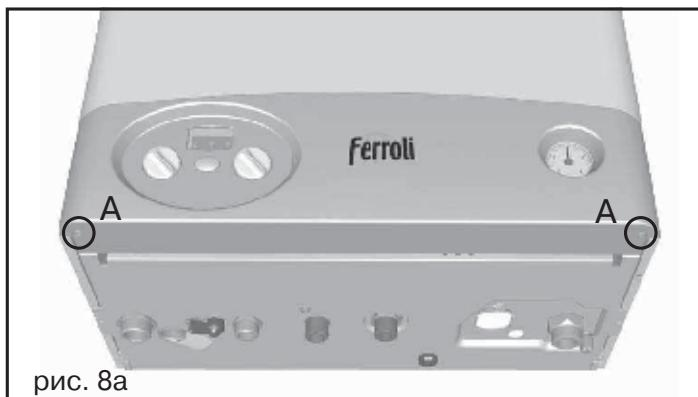

рис. 8a
- 1 Отвинтите оба винта A (Рис. 8a)